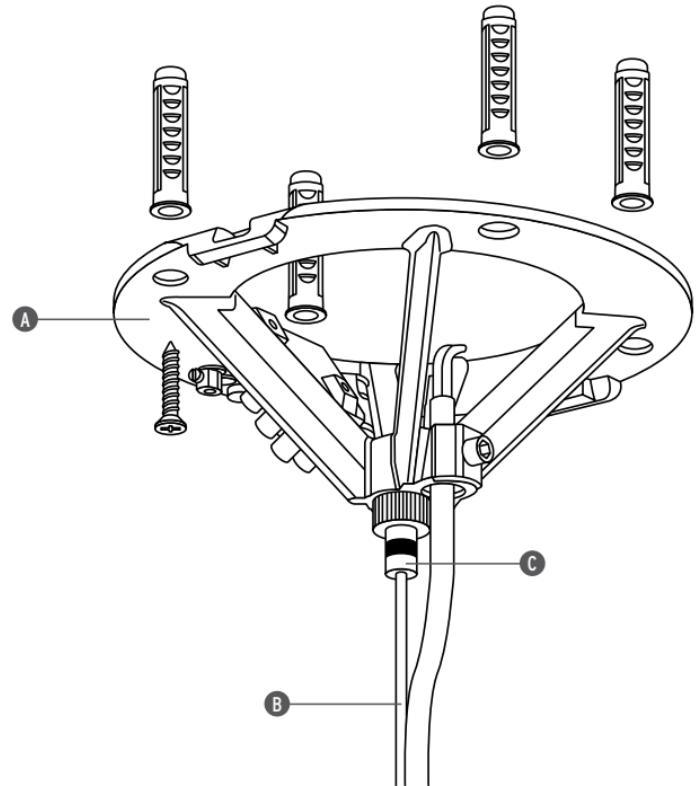

Fig. 1
Fig.1 Fissare l'attacco a muro (A) al soffitto tramite viti e tasselli ad espansione; inserire il cavo di acciaio (B) nel dispositivo di regolazione (C). **NOTA:** Per il corretto utilizzo del prodotto è necessario assicurare la compatibilità del fissaggio a soffitto (tipologia di tasselli utilizzati in funzione del materiale costituente il soffitto) in relazione al peso dell'apparecchio (circa 30 kg).
Fig.1 Fix the wall attachment (A) to the ceiling through screws and anchors screws; insert the steel cable (B) into the regulating device (C). **NOTE:** For the correct use of the product it would be necessary to ensure the fixing compatibility to the ceiling (typology of the anchors screws used according to the material constituting the ceiling) in relation to the weight of the apparatus (approximately 30 Kg).
Abb.1 Wandbefestigung (A) mit Schrauben und Spreizdübeln an der Decke befestigen; Stahlkabel (B) in die Regulierungsvorrichtung (C) einführen. **HINWEIS:** für den korrekten Gebrauch des Produkts ist die Kompatibilität der Deckenbefestigung (die mit Bezug auf das Deckenmaterial verwendete Dübeltypologie) je nach dem Gewicht des Geräts zu gewährleisten (ca. 30 Kg).
Fig.1 Fixer l'attache murale (A) au plafond à l'aide des vis et des vis tamponnées; insérer le câble en acier (B) dans le dispositif de réglage (C). **NOTE:** Pour une utilisation correcte du produit, il faut que la fixation au plafond soit compatible (typologie des chevilles utilisées en fonction du matériel dont est constitué le plafond) avec le poids de l'appareil (environ 30 kg).
Fig.1 Fijar el ataque pared (A) al techo con tornillos y tacos a expansión; insertar el cable de acero (B) en el dispositivo de regulación (C). **NOTA IMPORTANTE:** Por el correcto uso del producto hace falta asegurar la compatibilidad de la sujeción al techo (tipo de tacos utilizados en función del material que hace el techo) en relación al peso del aparato (aproximadamente 30 kg).